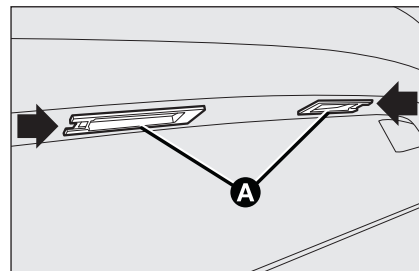

fig. 34
- ☐ intervenga en el punto indicado por la flecha y extraiga el grupo transparente **A**-fig. 34;